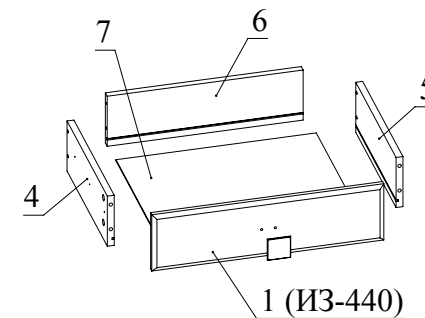

Рис.7
5. Соберите ящик. Для этого соедините деталь 6 с деталями 4, 5 с помощью конфирматов. Затем вставьте деталь 7 из ДВП в пазы деталей 4, 5, 6. Соедините деталь 1 от ИЗ-440 с деталями 4, 5 и затяните головки минификсов. С помощью винтов М4х20 закрепите ручку на фасаде ящика (Рис. 7).